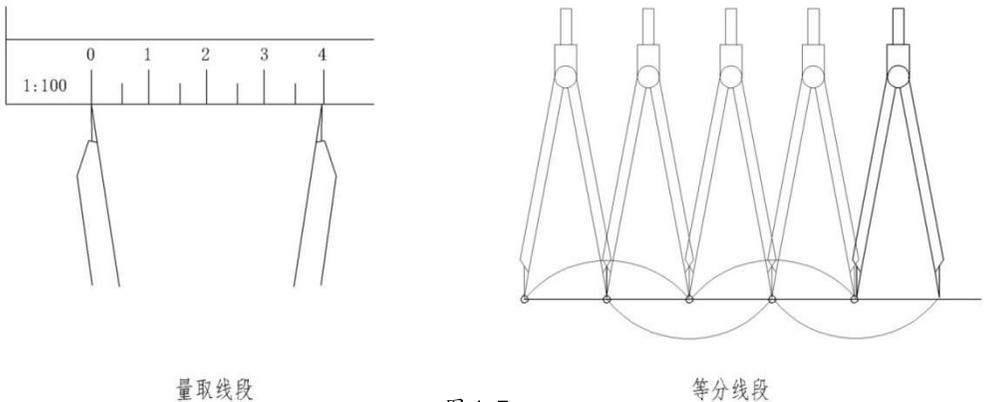

图 1-7
- ①量取等分线时，应使两个针尖准确落在线条上，不得错开（见图 1-7）。
- ②普通的分规应调整到不紧不松、容易控制的工作状态。